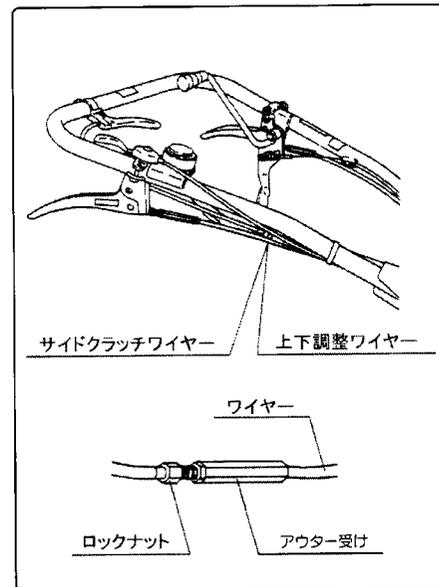

図26
- ① ロックナットをゆるめめます。（図26）
- ② アウター受けを回してハンドルの上下が移動できるように調整して、ロックナットを締めめます。